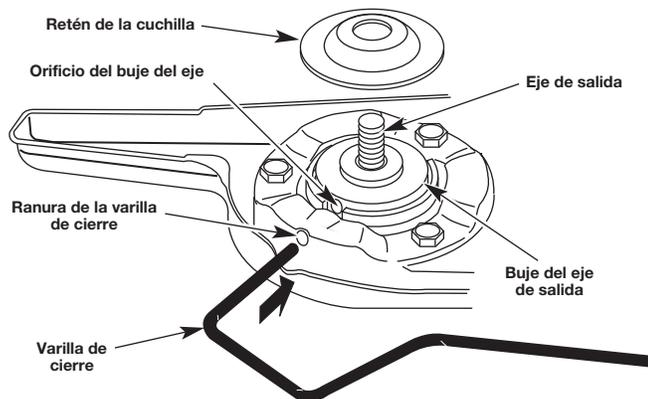
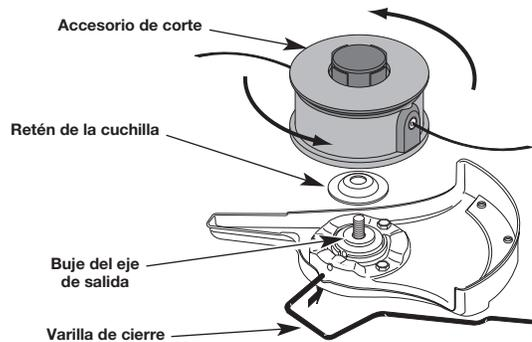

Fig. 10
Fig. 15
1. Alinee el orificio del buje del eje con la ranura de la varilla de cierre e inserte la varilla de cierre en el orificio del buje del eje (Fig. 10).
- Alinee el orificio del buje del eje con la ranura de la varilla de cierre e inserte la varilla de cierre en el orificio del buje (Fig. 10).
- Alinee el orificio del buje del eje con la ranura de la varilla de cierre e inserte la varilla de cierre en el orificio del buje del eje (Fig. 10). Coloque el retén de la cuchilla en el eje de salida con la superficie plana contra el buje del eje de salida según se ilustra en la Fig. 15. Enrosque el accesorio de corte en sentido antihorario en el eje de salida. Ajuste bien.